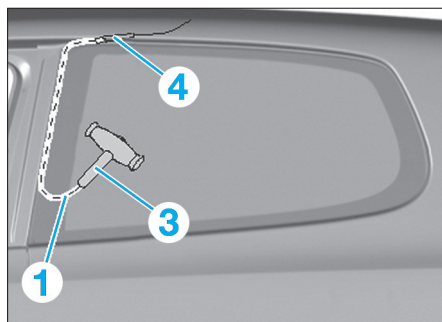

FIG. 5
- Placer l'extrémité du fil tranchant à l'intérieur avec la poignée (3) pour empêcher de la tirer vers l'extérieur (Fig.5).
- Mettre le fil tranchant (1) à l'aide d'un petit tube (4).